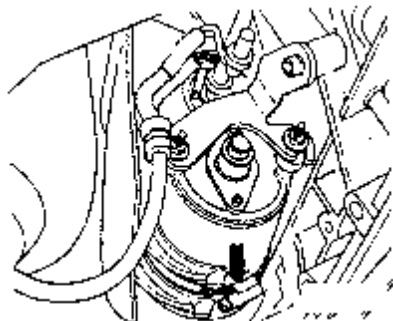

图 11-10 松开起动机固定卡箍
③在电磁开关端子 30 上旋出导线。在安装时用 13N·m 拧紧螺母。
④拧下用于固定热垫防护的螺旋卡箍，如图 11-10 所示。